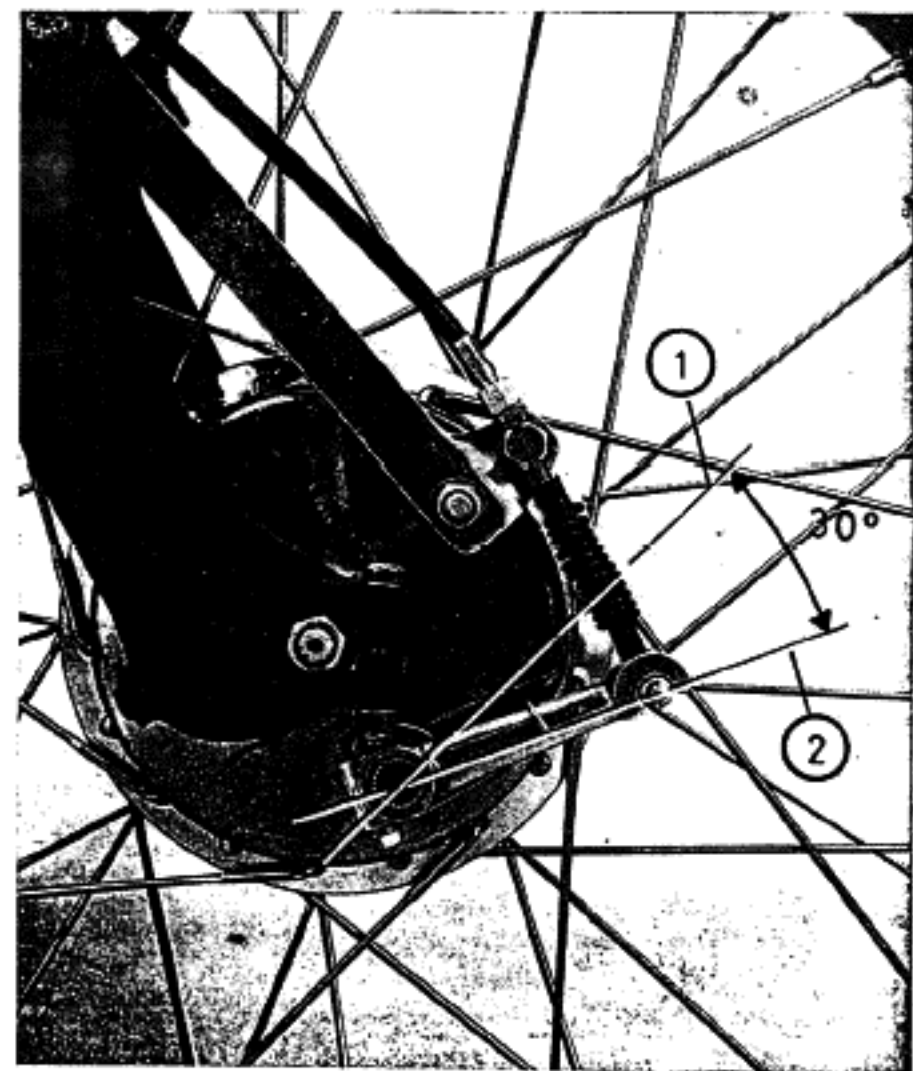

Fig. 19
**Ajuste de la palanca del freno.** Conforme se van gastando los forros del freno, la palanca va cambiando de posición en los sucesivos reglajes. Así llegará un momento en que el muelle quedará comprimido en exceso y perjudicará al frenado. Cuando así ocurra se procederá a cambiar la posición de la palanca girándola en unos grados (ver fig. 19). Fijar en esta posición con llave de 10 mm y graduar como se ha dicho anteriormente.